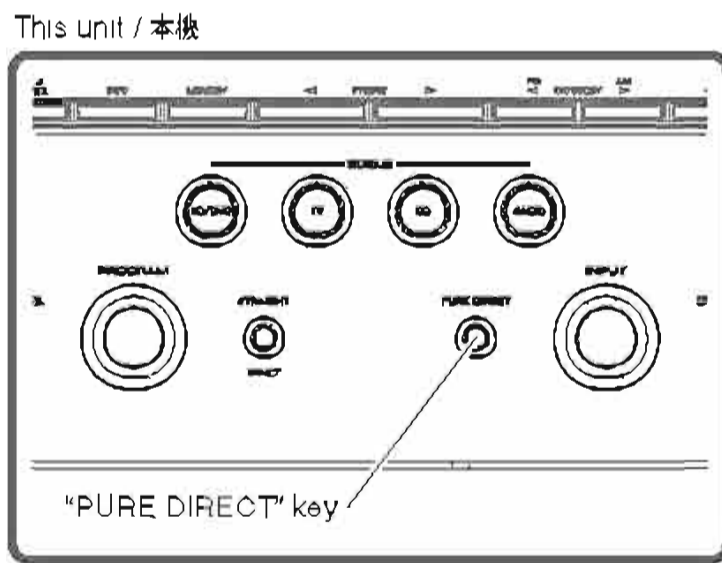

Fig. 6
4. Click [RDY]. (Fig. 6)
4. [RDY] をクリックします。(Fig 6)